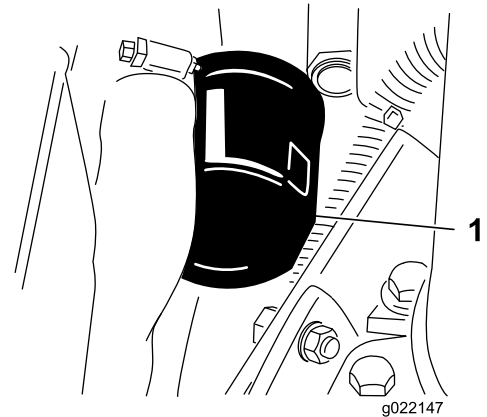

Figure 56
2. Déposez le filtre à huile (Figure 56).